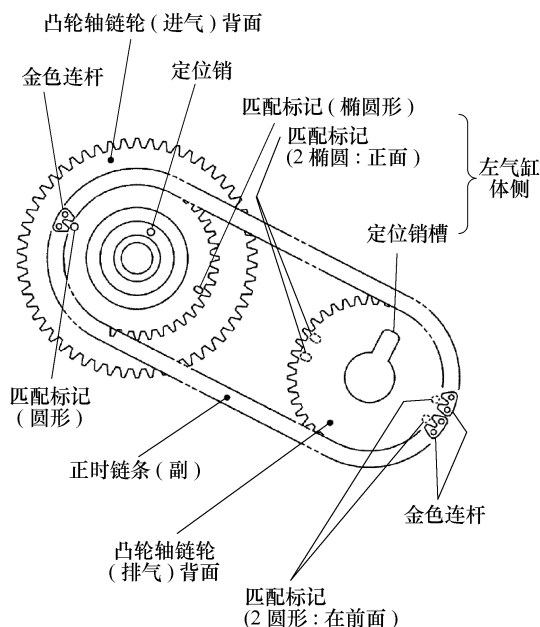

图 3-43 安装正时链条(副)
① 推入链条张紧器(副)的柱塞, 并插入限位销。
② 安装正时链条(副)和凸轮轴链轮(进气和排气), 如图 3-43 所示。